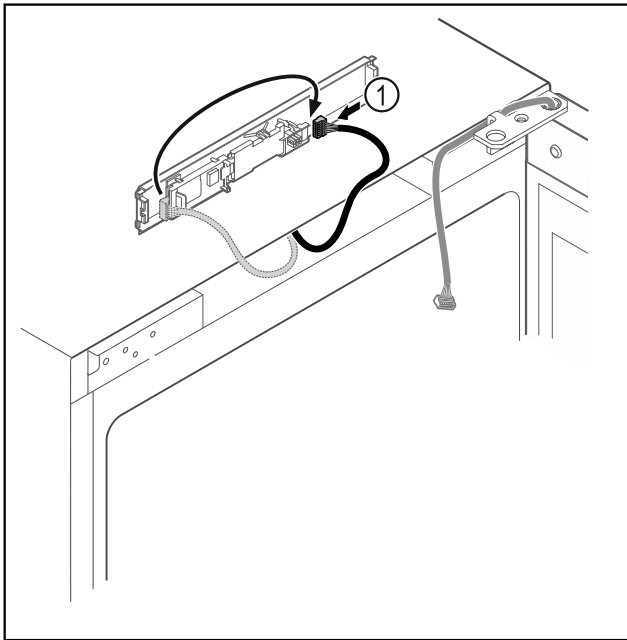

Fig. 20
- Μεταφέρετε το φιν Fig. 20 (1) στην πλακέτα.